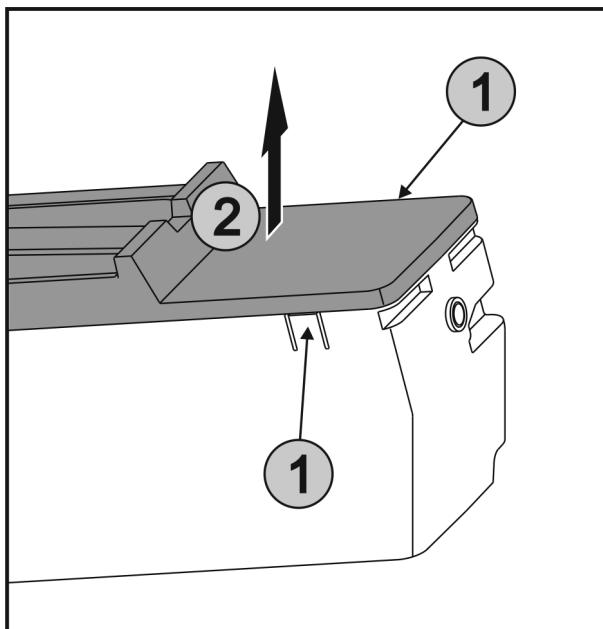

Fig. 41
- Stlačte západky Fig. 41 (1) na obou stranách EasyTwist-Ice současně a sejměte kryt Fig. 41 (2) směrem nahoru.